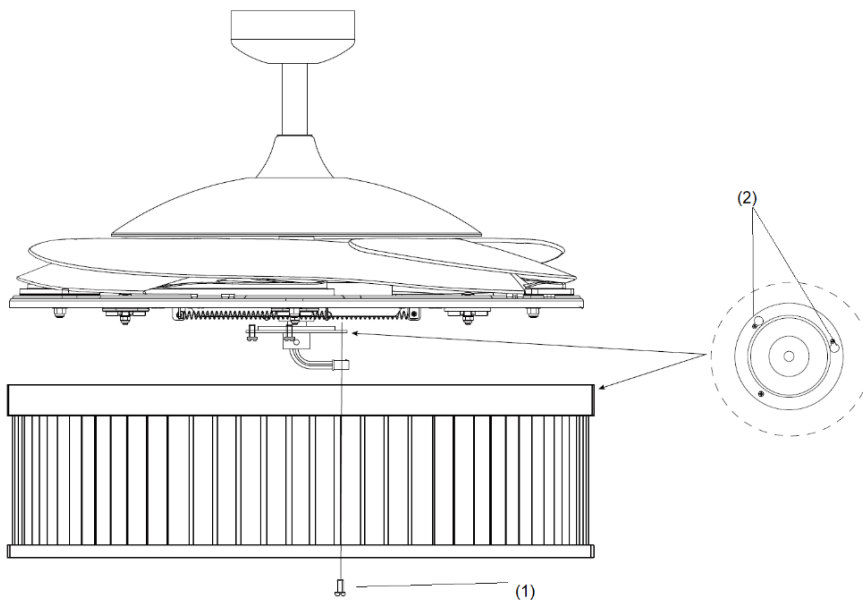

Fig. 6
### INSTALLATION DU KIT D'ÉCLAIRAGE (Fig. 6 & 7)
1. Dévissez la vis (1) du support du ventilateur. Alignez les 2 vis à tête fendue avec les encoches (2) du support du kit d'éclairage. (Fig. 6)
2. Tournez le kit d'éclairage dans le sens inverse des aiguilles d'une montre jusqu'à ce que les vis à tête fendue soient calées à l'extrémité des encoches (2).
3. **Fixez la vis (1) sur le support d'abat-jour. Serrez les 3 vis. Évitez de trop serrer.**